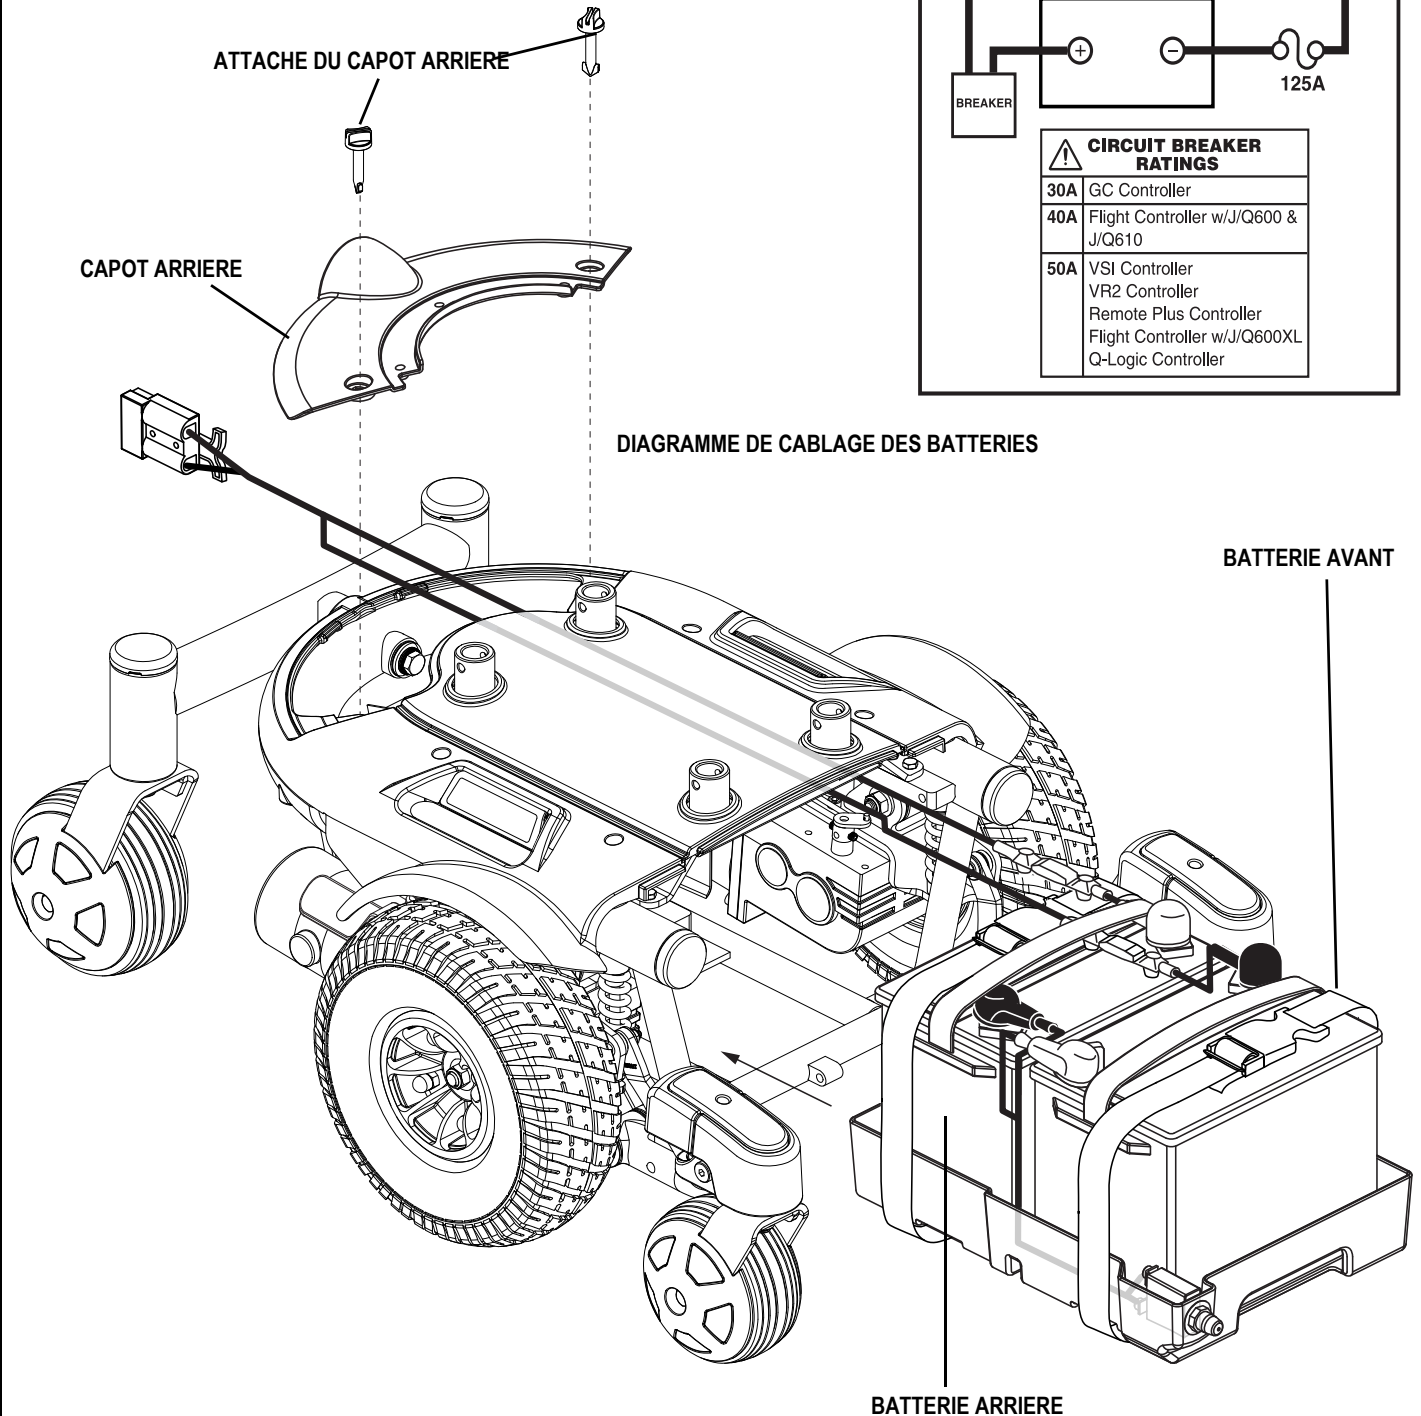

Figure 24. Installation des Batteries
4. Retirez le capot arrière. **Voir la figure 24.**
13. Branchez le câble à l’avant des batteries selon le diagramme de **la figure 24.**